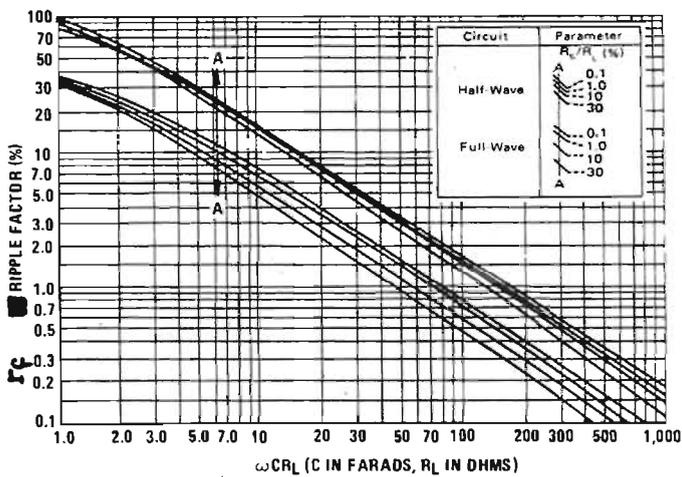

Fig. 6
4) Déterminer maintenant la valeur de l'ondulation résiduelle à l'aide de la figure 6 en s'assurant que cette ondulation n'entraîne jamais V_{IN} en dessous de $V_{IN} \min$.
A l'aide de la figure 6, il est possible de déterminer le taux d'ondulation r_f , en élevant une droite à partir de l'axe des abscisses depuis le point 3,33 jusqu'à la courbe $R_s/R_L = 13 \%$. On reporte le point d'intersection sur l'axe des ordonnées et la valeur de r_f ainsi déterminée est de l'ordre de 15 %. En conséquence, l'ondulation crête est égale à :